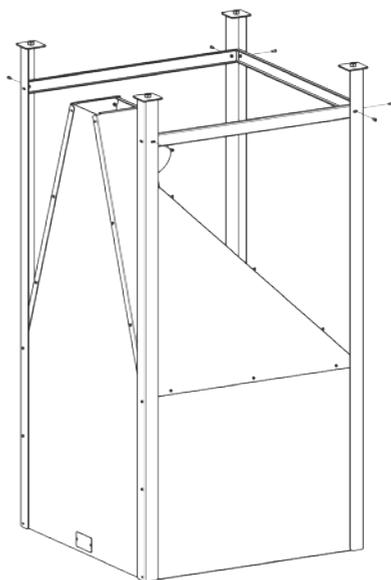
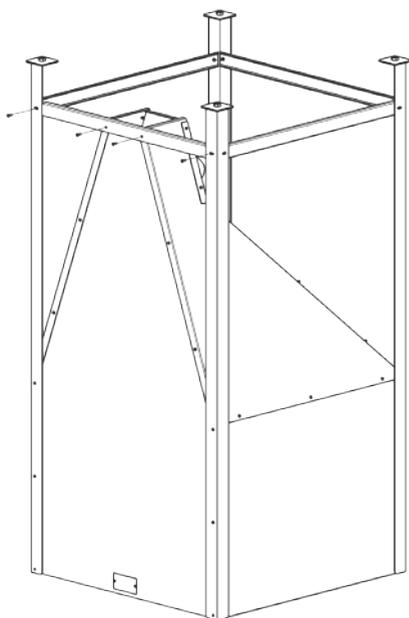

Рис. 11
Рис. 12
9. Для придания ножкам бункера жесткости скрепите их тремя проставками (Рис. 11) и проставкой задней (Рис.12).